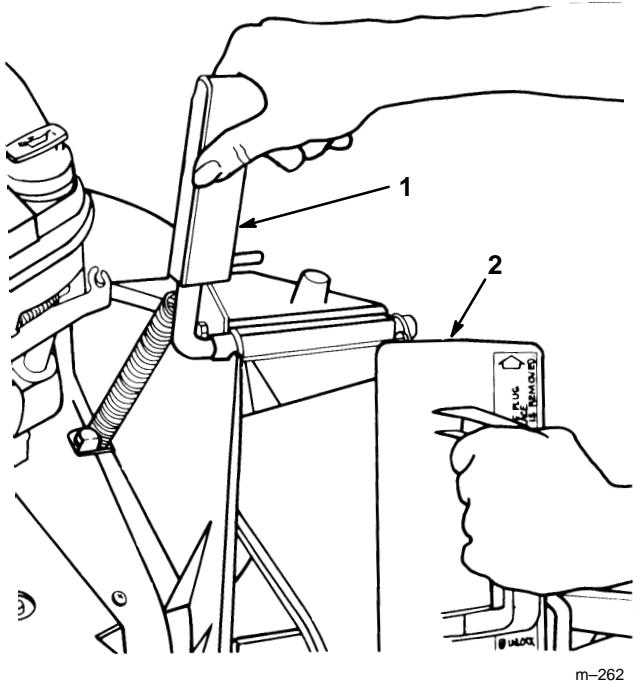

Figure 6
1. Abra la puerta de descarga, halando hacia adelante por su asa y llevándola hacia atrás (Fig. 6). Sujete el asa de la puerta de descarga para evitar que la puerta accionada por el resorte se cierre al insertar el tapón.
2. Debido a que el tapón es ligeramente más ancho que la abertura del canal, hágalo girar hacia la derecha mientras lo inserta (Fig. 6). Asegúrese de que la flecha de la calcomanía del tapón apunte hacia arriba.
1. Asegúrese de que el motor está apagado. Abra la puerta de descarga halando el asa hacia adelante y moviéndola hacia atrás (Fig. 6). Sostenga el asa de la puerta de descarga para evitar que la puerta accionada por el resorte se cierre mientras se inserta el tapón.